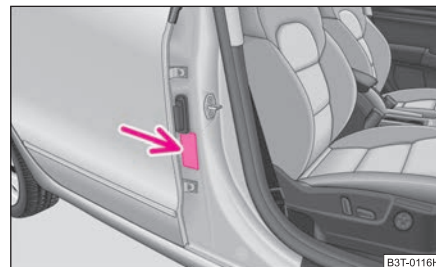

Fig. 165 Adhesivo en el montante central de la carrocería, lado del acompañante
- Este hecho lo indica también el adhesivo que se encuentra en el montante central de la carrocería del lado del acompañante. ⇒ fig. 165 El adhesivo es visible al abrir la puerta del acompañante. Para algunos países se pega el adhesivo también en la visera parasol del acompañante.